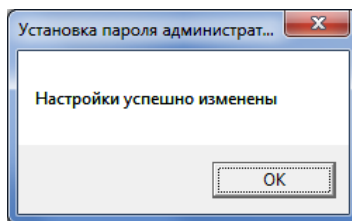

Рис. 8.2. Подтверждение установки пароля администратора
- В открывшемся окне *Установка пароля администратора* (Рис. 8.2) нажмите кнопку *ОК*. Закройте окно *Установка пароля*.